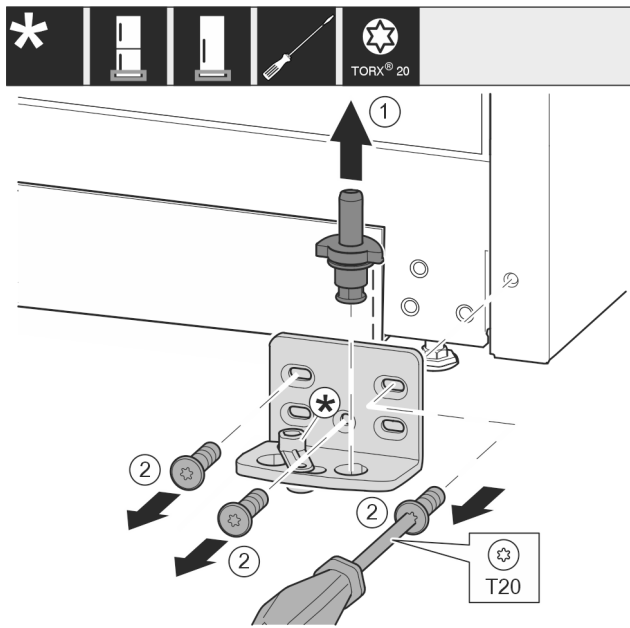

Fig. 12
- Estrarre completamente verso l'alto i perni di supporto Fig. 12 (1).
- Svitare le viti Fig. 12 (2) con un cacciavite e rimuovere il blocco di supporto.